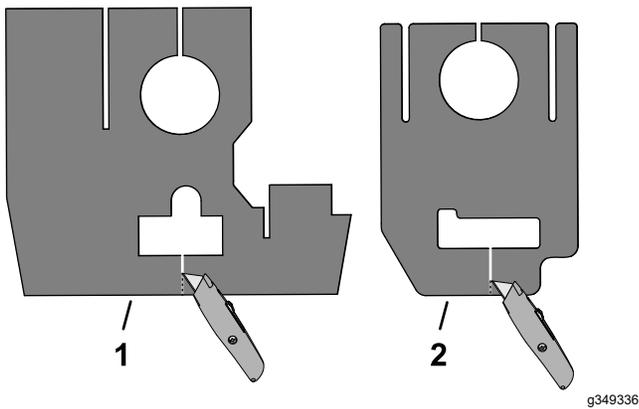

図 2
2. **図 2**のように、上下のステアリングコラム用プラグにカッターナイフで切れ目を入れる。